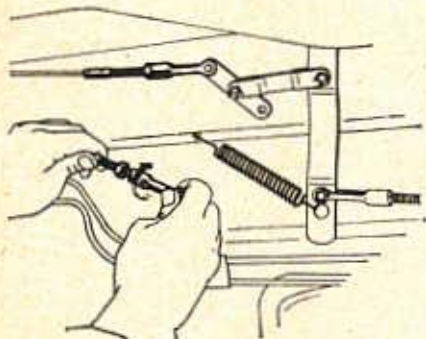

Fig. 163. — Réglage de tension des câbles de freins arrière
- Déposer les axes des chapes des câbles de freins arrière sur le levier de commande (fig. 163).